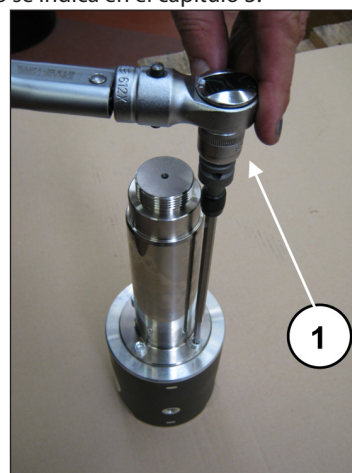

Fig. 50
Bloquear la guía del pistón con la herramienta específica y apretar los tornillos con la llave dinamométrica (pos. ①, Fig. 50) como se indica en el capítulo 3.